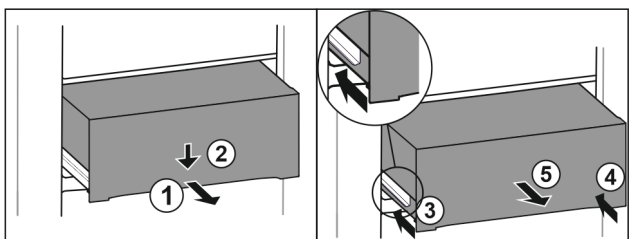

Fig. 57
- ▶ Изтегнете чекмеджето наполовина. Fig. 57 (1)
- ▶ Натиснете надолу чекмеджето от предната страна. Fig. 57 (2)
- ▶ Вкарайте лявата релса приблизително 2 cm навътре. Fig. 57 (3)
- ▶ Вкарайте дясната релса приблизително 2 cm навътре. Fig. 57 (4)
- ▶ Извадете чекмеджето напред. Fig. 57 (5)